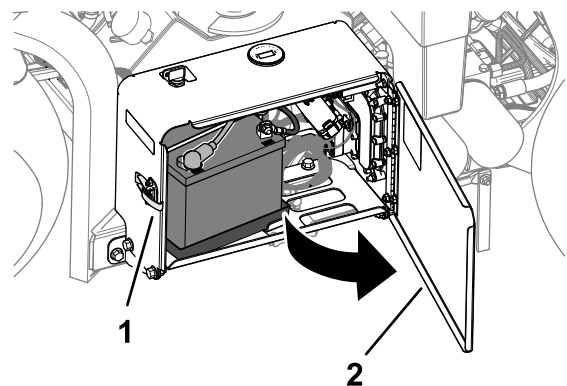

Bild 13
1. Entriegeln und öffnen Sie die Klappe des Batteriefachs (Bild 13).